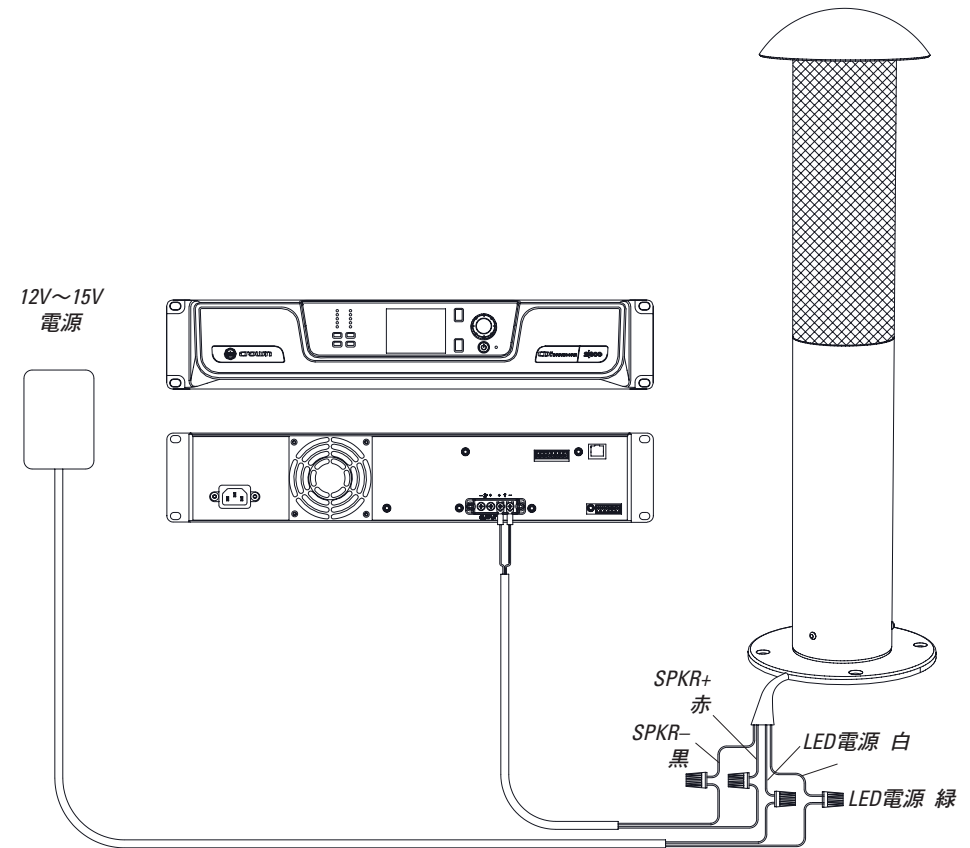

図25
2. 赤(+)のスピーカー入力ピグテール・ワイヤーをアンプ出力からの(+)ワイヤーに接続し、黒(-)のスピーカー入力ピグテール・ワイヤーをアンプからの(-)ワイヤーに接続します(図25をご覧ください)。接続するために、クリンプコネクタまたはワイヤーナットを使用します。信頼性を高めるため、地下のIP65仕様防水電気ジャンクション・ボックス内部に接続します。